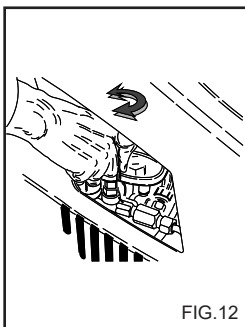

FIG.12
Dit hoofdstuk betreft alleen de modellen die voorzien zijn van een "drukregelaar". Deze drukregelaar, Fig. 12, maakt het mogelijk tijdens het werk de druk te regelen. Door de handgreep C tegen de klok in (B) te draaien (minimum) wordt de bedrijfsdruk verlaagd.